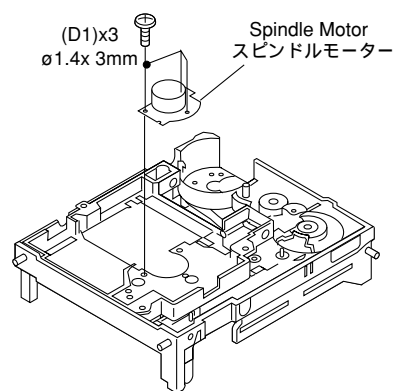

Fig. 10
**Removal of Spindle Motor (Fig. 10)**
スピンドルモーターの外し方 (Fig. 10参照)